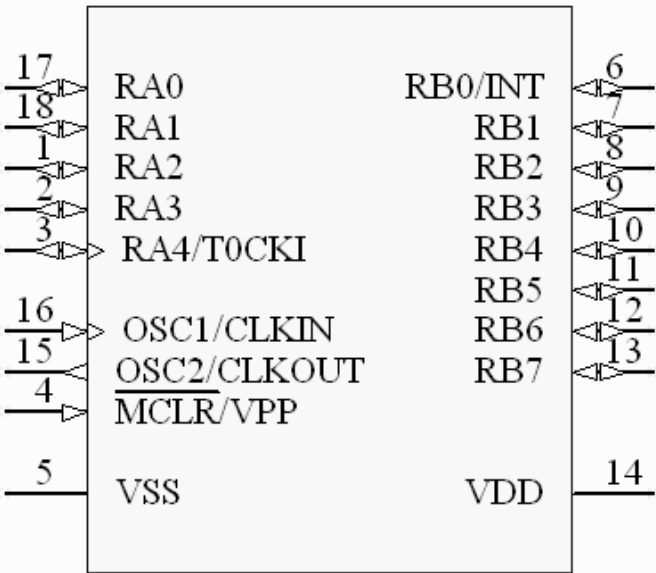

图3
- 3、在 schlib1.SchLib 库文件中建立样图 3 所示的的新元件，元件命名为 PIC16C61-04/P。